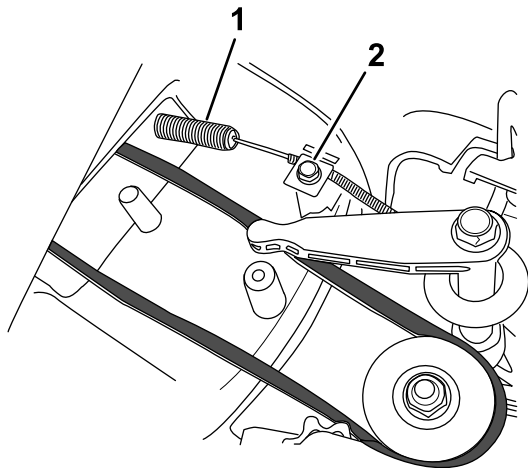

Figura 34
4. Montai noul cablu pentru sistemul Blade-Brake, dar nu strângeți clema cablului de la partea superioară a carcasei mainii de tuns iarba (Figura 34).
5. Slăbești urubul clemei cablului (Figura 34).